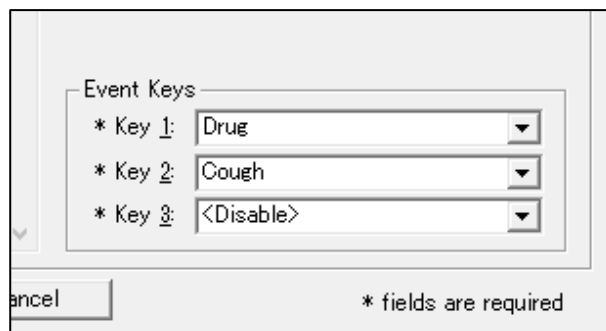

図 15 イベントキーの設定
- ① 既に設定があるイベントについては、プルダウンメニューより選択ができます（図 15）。
- ② 任意のイベント名を設定するときは、プルダウンメニューをクリックし、任意の文字列を入力します（英数字のみ）。